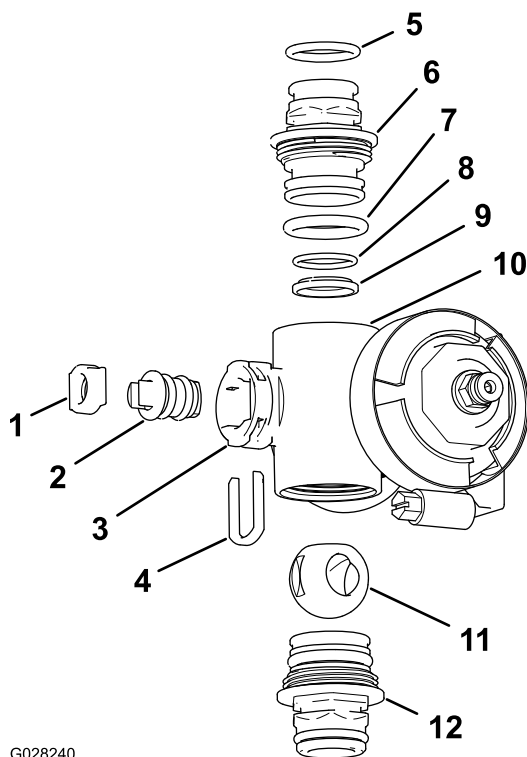

Рисунок 124
2. Снимите два штуцера торцевой крышки в сборе с каждого конца корпуса коллектора (**Рисунок 123** и **Рисунок 124**).
4. Извлеките держатель штока из пазов в отверстии штока в коллекторе (Рисунок 123 и Рисунок 124).
5. Снимите держатель штока и седло штока клапана с коллектора (Рисунок 123 и Рисунок 124).
6. Просуньте руку внутрь корпуса коллектора и извлеките оттуда шток клапана в сборе (Рисунок 123 и Рисунок 124).
1. Проверьте состояние уплотнительных колец выпускных штуцеров (только коллектор клапана секции), уплотнительных колец торцевых крышек, задних уплотнительных колец седла и седла шарового клапана на отсутствие повреждений или износа (Рисунок 123 и Рисунок 124).
2. Нанесите силиконовую консистентную смазку на шток клапана и вставьте его в седло штока клапана (Рисунок 123 и Рисунок 124).
3. Вставьте шток и седло клапана в коллектор и закрепите шток и седло держателем штока (Рисунок 123 и Рисунок 124).
4. Убедитесь, что заднее уплотнительное кольцо седла и седло шарового клапана выровнены и правильно установлены в штуцере торцевой крышки (Рисунок 123 и Рисунок 124).
5. Установите штуцер торцевой крышки в сборе на корпус коллектора так, чтобы фланец штуцера торцевой крышки касался корпуса коллектора (Рисунок 123 и Рисунок 124), затем доверните штуцер торцевой крышки еще на 1/8–1/4 оборота.